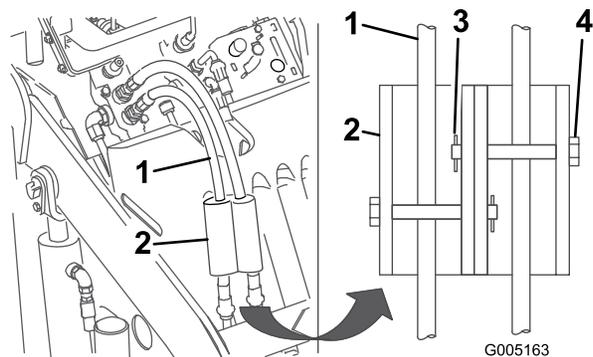

図 18
7. シリンダロックを油圧ホースに取り付けて、クレビスピンとコッターピンで固定する 図 18。